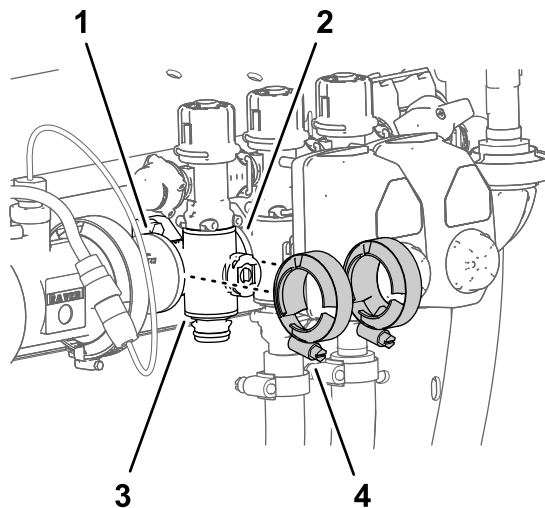

Figure 134
4. Fixez légèrement les colliers bride que vous avez déposés à la section Dépose de la valve de collecteur de section \(page 95\) sur les brides du collecteur de vanne de section et les brides des autres vannes de section et/ou adaptateur de raccordement (Figure 134).
7. Serrez les 2 colliers bride à la main (Figure 134).